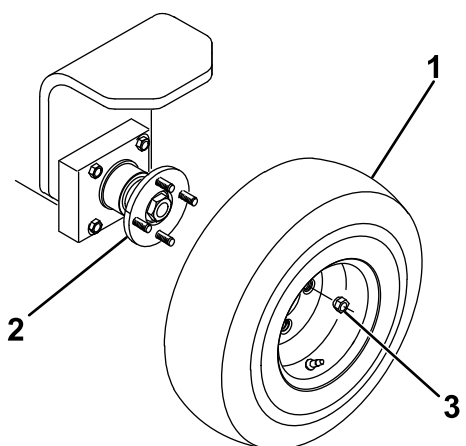

Bild 2
1. Montieren Sie das Rad auf der Hinterradnabe (Bild 2).
2. Setzen Sie die Muttern ein (Bild 2) und ziehen Sie sie auf 61 bis 88 Nm an.